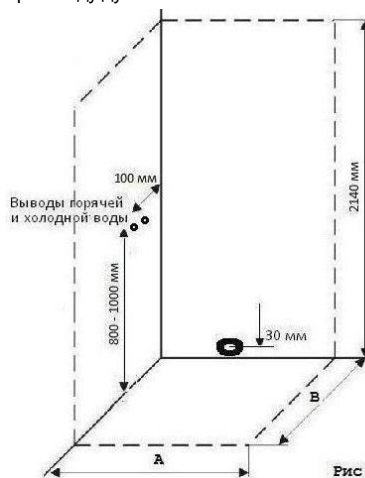

Рис.1
ВНИМАНИЕ! Монтаж душевой кабины производится только на полностью подготовленное место (рис. 1).
7. Для обеспечения слива воды из поддона канализационная труба должна быть ниже дна поддона. Уровень канализации не должен превышать 30 мм от пола до центра канализационной трубы (рис.1).